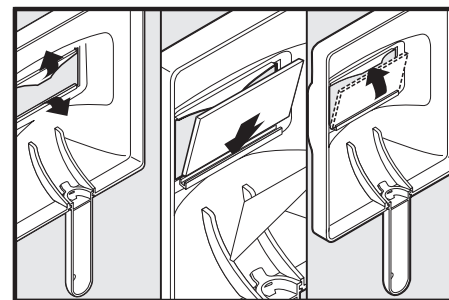

Figure 7
3. Insérer la lentille du filtre exactement tel qu'indiqué sous la figure 7.